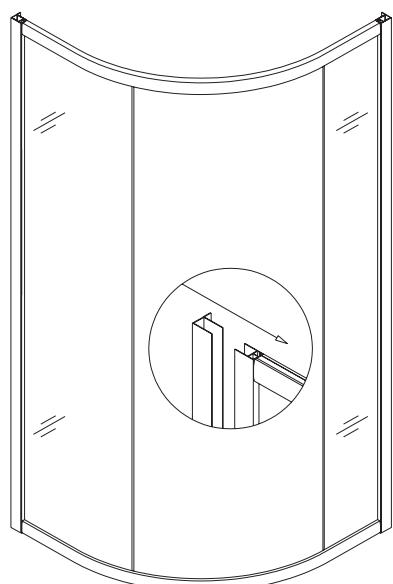

рис. 4
5. Закрепите Настенный профиль **(01)** по всей длине Стеклянного профиля **(02)**. Удостоверьтесь, что паз совпадает с просверленным отверстием внутри душевой **(рис. 4)**.